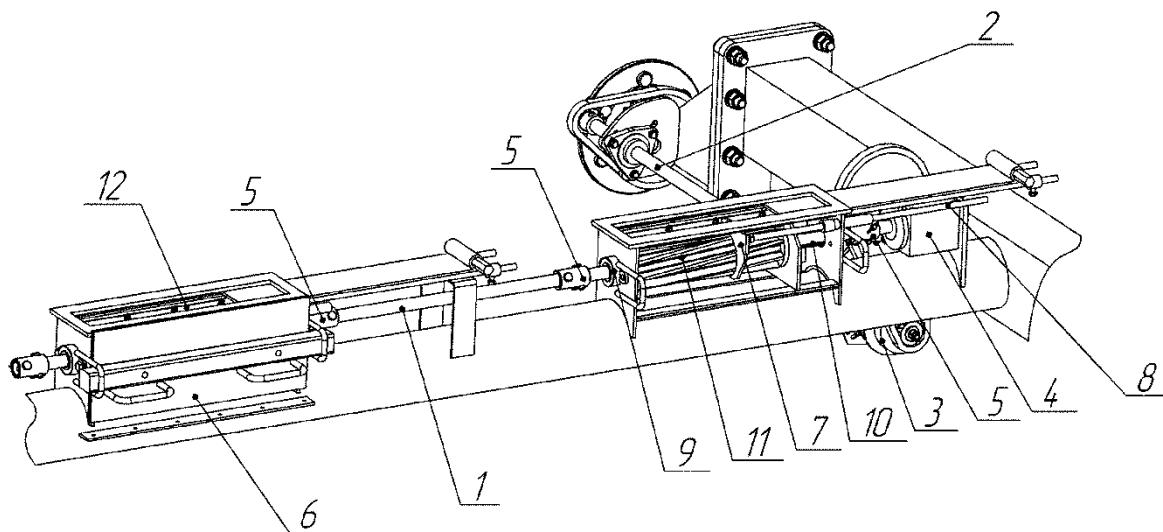
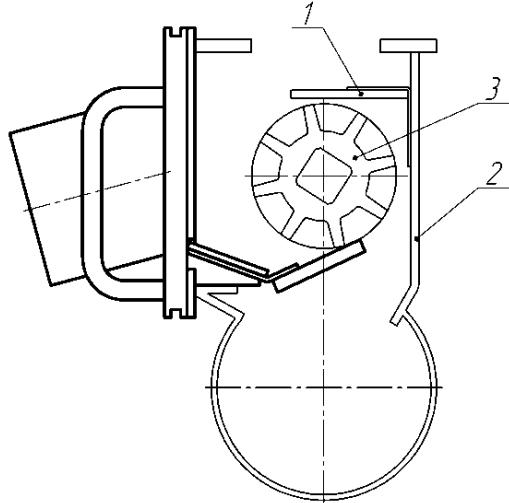
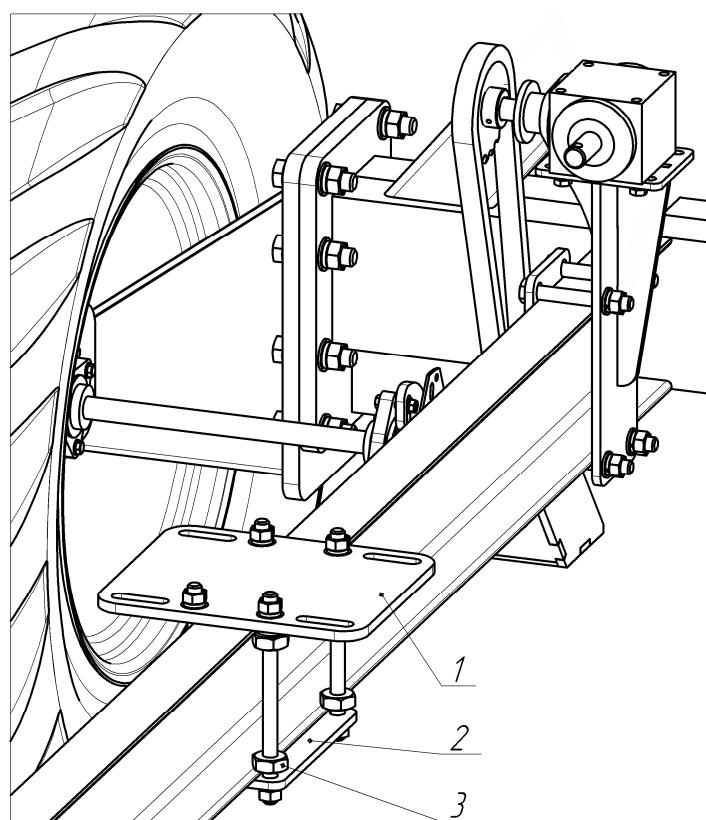
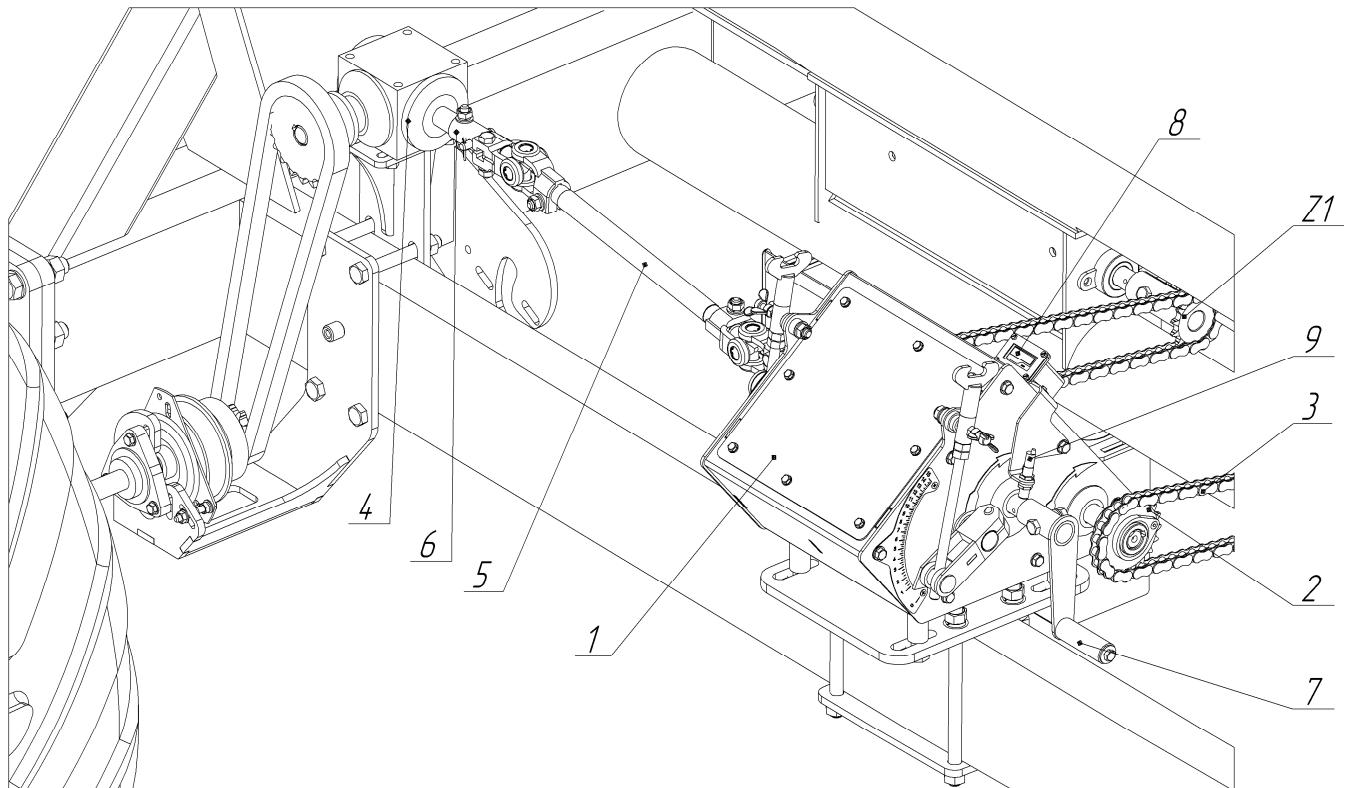

Рис.1 Демонтируемое оборудование стандартного посевного комплекса
Рис.2 Установка верхнего клапана
Рис.11 Установка плиты крепления вариатора
Рис.12 Установка вариатора DUPLEX GEARBOX
4.3.На верхних клапанах поз.12 рис.1 заменить старые уплотнители на новые, таким образом, чтобы уплотнитель, при установке верхнего клапана, точно соответствовал ширине рабочей части высевающего аппарата и плотно прилегал к задней стенки высевающего аппарата поз.2 рис.2.
4.6. В высевающие аппараты с помощью четырехгранных валов поз.10 рис.1 установить, в соответствие с рисунком 5, поставляемые катушки.
4.13. На раму бункера, посередине между высевающими аппаратами, с помощью шпилек M16 установить плиты поз.1, 2 рис.11, при этом на внутренние шпильки M16 предварительно установить упорные гайки поз.4 для распора полок швеллера рамы бункера.
4.14. На верхнюю плиту поз.1 рис.11 болтами M16 закрепить вариатор DUPLEX GEARBOX поз.1 рис.12. Звездочки с муфтами ограничения крутящего момента поз.2 соединяются со звездочками высыпающих аппаратов Z1 цепью поз.3. С помощью пазов в верхней плите поз.1 рис.11 выставить вариатор поз.1 рис.12, тем самым предварительно натянув цепи привода высыпающих аппаратов. С правой стороны вариатора установить рукоятку поз.7 и кронштейн с закрепленным на нем счетчиком оборотов поз.8 и датчиком поз.9, так как показано на рисунке 12.
4.15. Для передачи крутящего момента от углового редуктора поз.4 рис.12 к вариатору поз.1 используется карданный вал поз.5, который соединяется с выходными валами посредством ранее демонтированных с посевного комплекса соединительных втулок поз.5 рис.1.